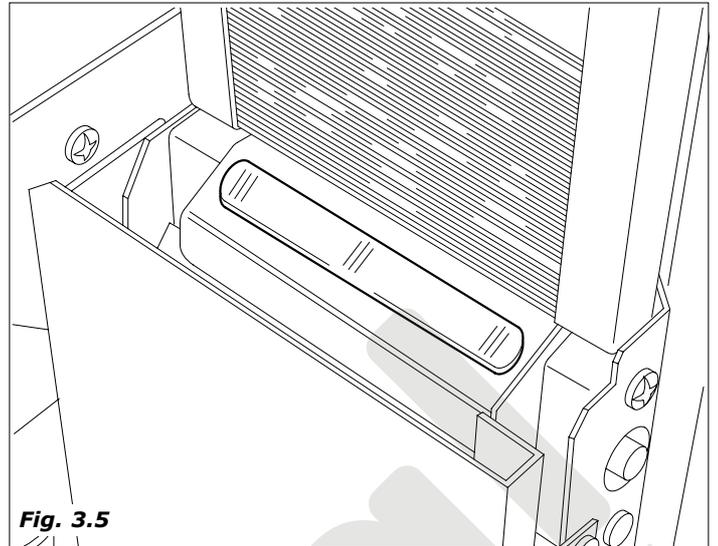

Fig. 3.5
- Se activa el motorreductor que acciona el dispositivo encargado de empujar y hacer caer la paletina en el vaso (*Fig.3.5*).